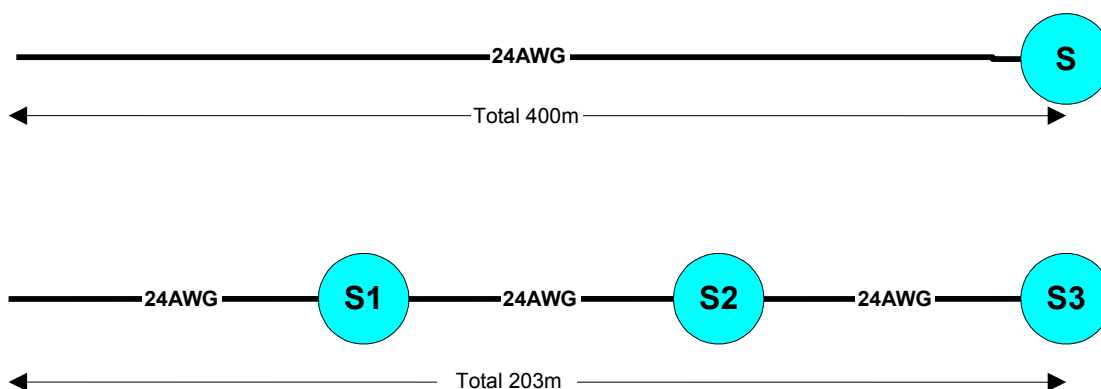

図 B.5 – カスタムケーブル
- 1個のセンサーを使用する場合：Belden88102 のコアは、 $76\Omega/\text{km}$ の抵抗を持った 24AWG です。つまり、最大ケーブル長は 400m となります (図 B.5 参照)
- 同一ネットワーク内で3つの同じセンサーを同間隔で使用する場合 (図 B.5 参照)：S1 センサーへのケーブルは 60mA を伝達し、S2 センサーへのケーブルは 40mA を伝達し、S3 センサーへのケーブルは 20mA 伝達します。全体的な電圧降下は $(0.06+0.04+0.02) \times (2 \times 203/3) \times (76/1000) = 1.24$ となり、この構成では、最長 203m となります。